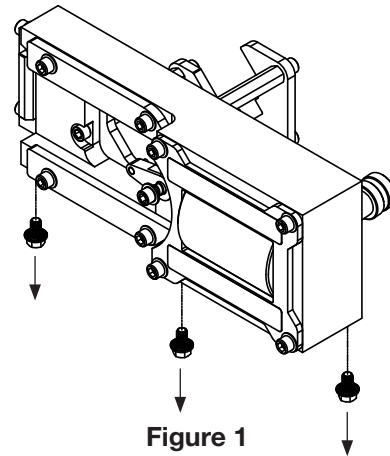

Figure 1
1. Retirer les 3 vis hexagonales de la partie inférieure de la cassette (Fig. 1).